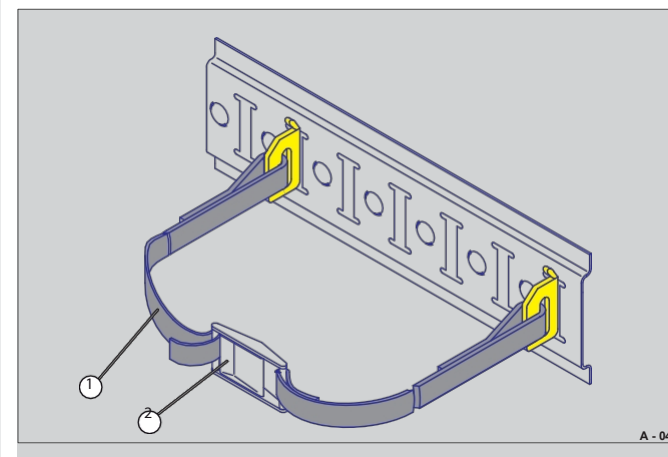

Fig. 45 Correia tensora aplicada em forma de cintagem
- Apertar a cinta tensora (Fig. 45/1) com o roquete tensor (Fig. 45/2) - manter a força de tensão máxima e a distância de cintagem.